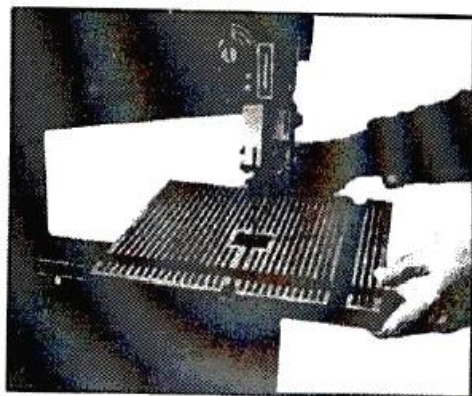

Рис. 1
- Отвернуть барашек и винт с шестигранным шлицем, находящиеся на столе. **Рис. 1**